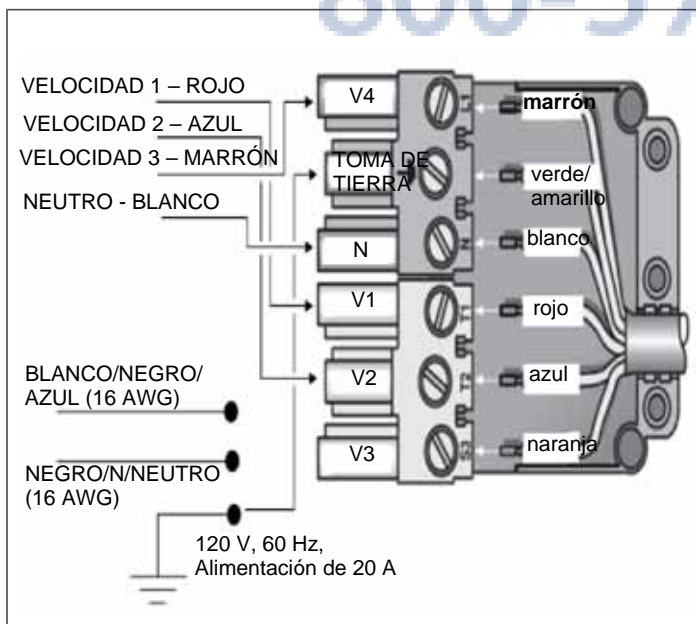

Figura 21: Cableado de la campana con un ventilador a distancia
7. Conecte el ventilador a distancia con los cables del conector en espiral (etapa 6), como se muestra en la Figura 21. Conecte el cable verde de toma de tierra al tornillo de toma de tierra de la caja de conexiones. Consulte las instrucciones de instalación del ventilador para obtener más detalles sobre el cableado.